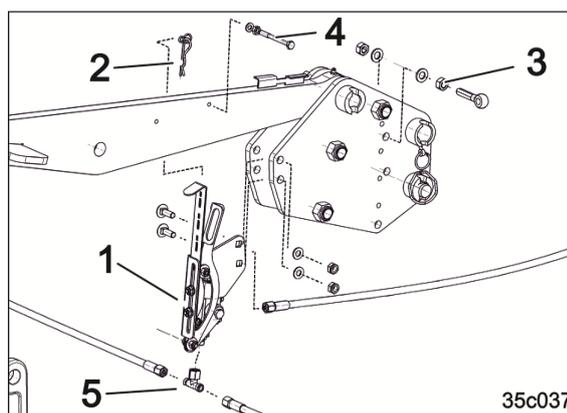

Fig. 89
6. Séparer le flexible hydraulique au niveau de l'élément raccord T (Fig. 89/5) monté.
7. Visser le support de soupape prémonté (Fig. 89/1).
8. Relier les flexibles hydrauliques avec la soupape (Fig. 89/5).
9. Fixer le câble de traction blanc à l'anneau sur le crochet (Fig. 89/2).
10. Monter le boulon à œillet comme guide-câble (Fig. 89/3).
11. Monter la vis de fixation sur le tirant supérieur (Fig. 89/4).